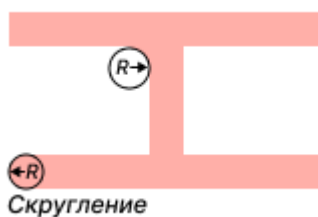

Рис. 175 Скругление углов апертуры
- Скругление – значение радиуса сопрягающей дуги окружности. При указании значения > 0 скругление применяется ко всем углам апертуры. Значение скругления не может быть больше, чем половина минимального значения толщины линий ($R \leq 1/2 \min(\text{Толщина горизонтальной линии}, \text{Толщина вертикальной линии})$), см. Рис. 175.